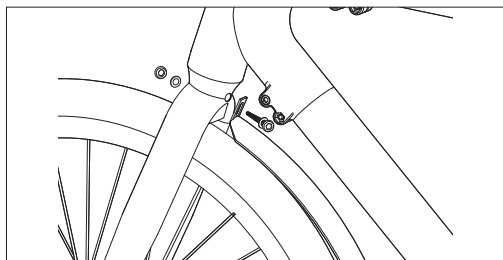

Figura 5-1
- Após alinhar o guarda-lamas com o furo do parafuso, aperte novamente os parafusos de montagem para fixá-lo na forquilha frontal, conforme mostrado na [Figura 5-1].
- Afrouxe os quatro parafusos na tampa ao lado do suporte inferior numa direção anti-horária com uma chave Allen de 3 mm, depois remova os parafusos e a tampa, conforme mostrado na [Figura 5-1].